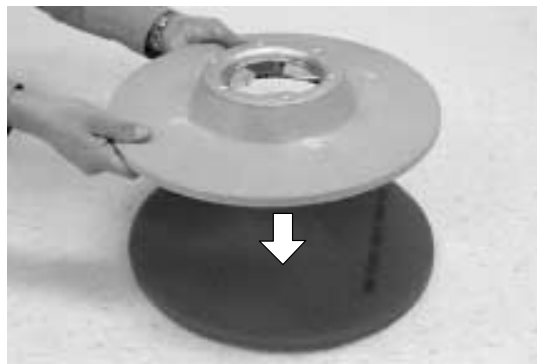

FIG. 6
2. Centrez le patin sur le système d'entraînement et fixer le fixement (Figure 6).